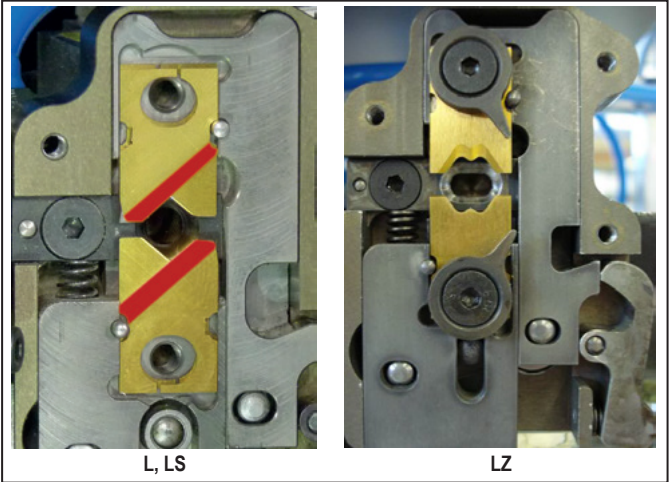

图8.2 刀片的对齐
- ▶ L 和 LS: 安装每对刀片，使斜切边缘点朝外 (在图 8.2 中以红色标记)。将两对刀片安装在支架上。